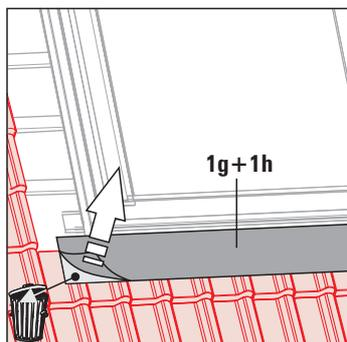

Fig. 3-59 Fase di lavoro 16
16. Sollevare leggermente le strisce bituminose (fig. 3-59).